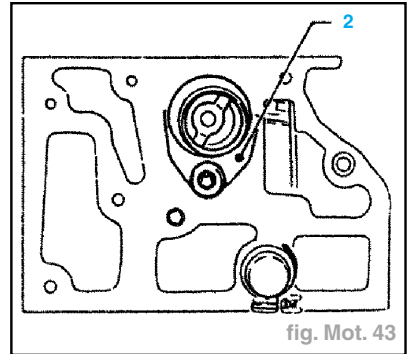

fig. Mot. 43
- Poser la bride (2) et serrer la vis de fixation à **1,5 daN.m** (fig. Mot. 43).